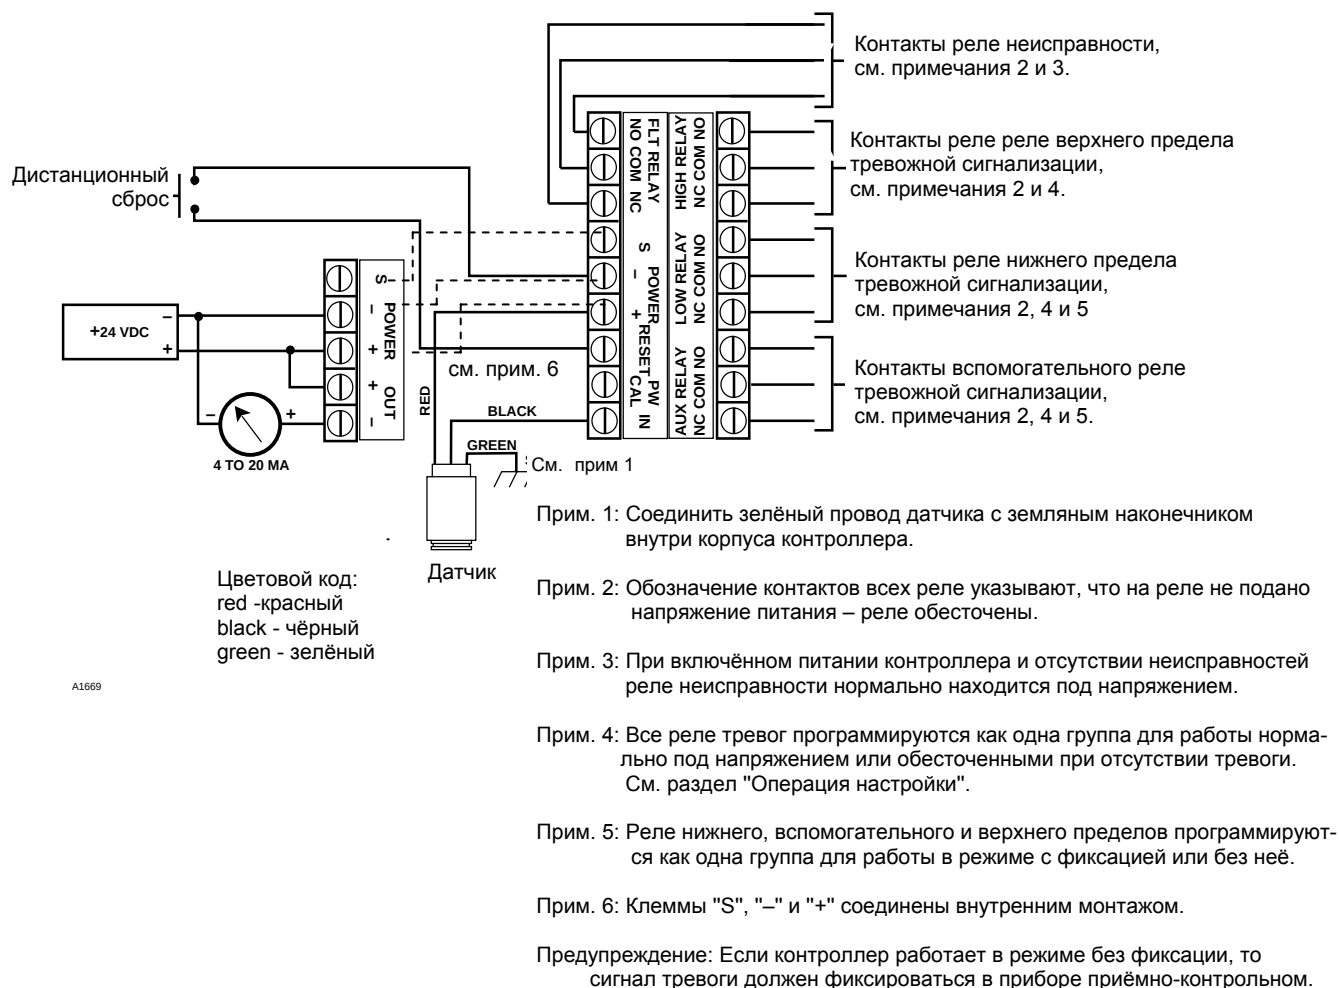

Рис. 8. Типовая схема подключения контроллера U9500 с датчиком токсичных газов/кислорода, неизолированным токовым выходом и релейными выходами.
- Рисунок 8 — Типовая система для контроллера с датчиком токсичных газов/кислородным, неизолированным токовым выходом и релейными выходами.